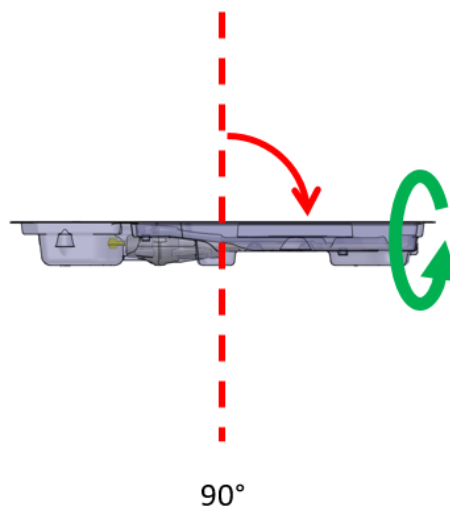

Abbildung 15: UA-Verpackung in horizontaler Lage
- d. Setzen Sie die Kippbewegung des UA in die Horizontale fort und wiederholen Sie den im vorherigen Schritt beschriebenen Drehzyklus (*Abbildung 15*).